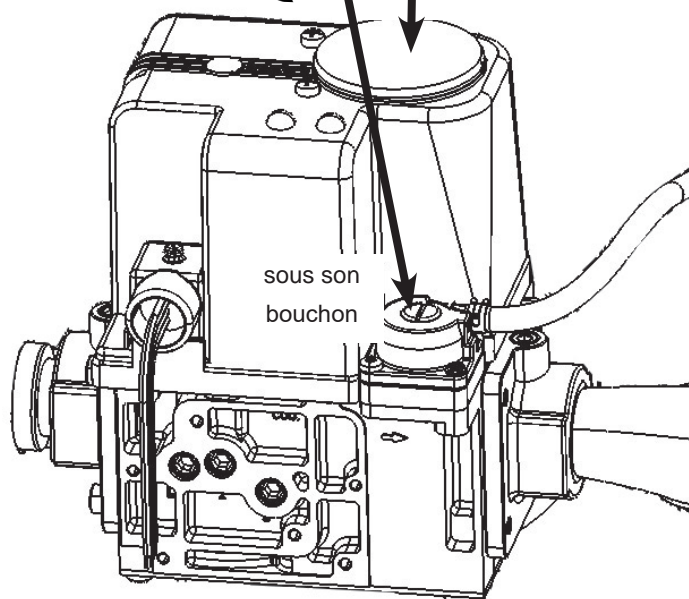

Figure 45. Vanne de gaz: 600 à 850 kBTU
1. Sur la vanne de gaz, repérer les réglages d'allure maximale et d'allure minimale. Voir les schémas Figure 43 en page 74 à Figure 45 en page 76.